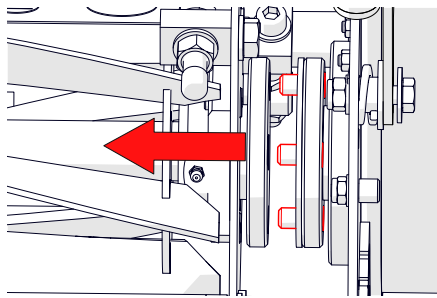

Fig.11C - Faire glisser la cassette jusqu'à ce que les broches soient visibles.
4. Faites glisser la cassette le long des traverses vers le côté droit de la machine. Le côté gauche de la cassette est alors dégagé des trois broches de l'accouplement de l'entraînement (~15 mm) (Fig.11C).